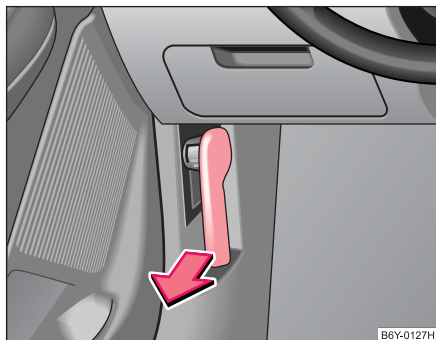

Fig. 123 Manette de déverrouillage du capot moteur
- Tirez sur la manette de déverrouillage sous le tableau de bord côté conducteur ⇒ fig. 123.
- Déverrouillez le capot-moteur ⇒ page 176, fig. 123.